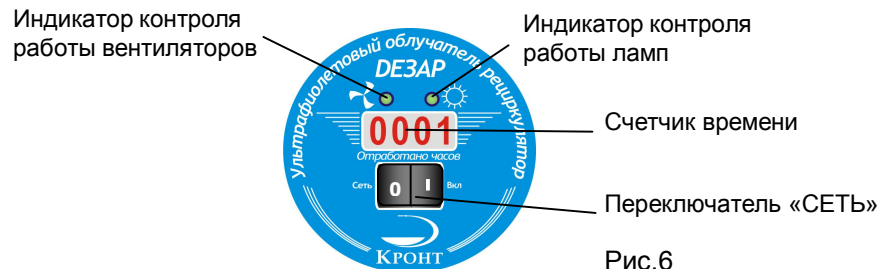

Рис.6
- 6.10. Световые индикаторы, расположенные на панели управления, контролируют поступление напряжения питания на лампы и вентиляторы. При отсутствии напряжения индикатор гаснет. Изображения лампы и вентилятора нанесены рядом с соответствующими световыми индикаторами (рис. 6).